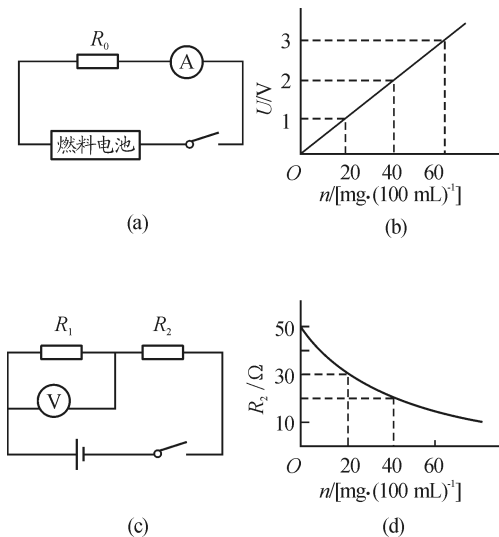

图 1 例 1 题图
【例 1】(山东日照)常用的呼气式酒精测试仪有两种:一种是燃料电池型酒精测试仪(简称“电池型”),利用酒精与电池内的化学物质发生反应产生电压,某款“电池型”工作电路如图 1(a),燃料电池两端的电压与进入电池的酒精浓度关系如图 1(b).一种是气敏电阻型酒精测试仪(简称“电阻型”),气敏电阻的阻值随酒精气体浓度的变化而变化,某款
“电阻型”工作电路如图 1(c), 电源电压为 9 V, R_1 是阻值为 25Ω 的定值电阻, R_2 是气敏电阻, 其阻值与酒精浓度的关系如图 1(d). 酒精浓度 (n) 表示每 100 mL 气体中含有酒精的质量. 请完成下列问题.
(1) 已知 R_0 的阻值为 20Ω . 若驾驶员每 100 mL 呼出气体中含有 40 mg 酒精, 当用该款“电阻型”检测时, 图 1(a) 中电流表的示数为多大?
(2) 用该款“电阻型”检测时, 请计算: